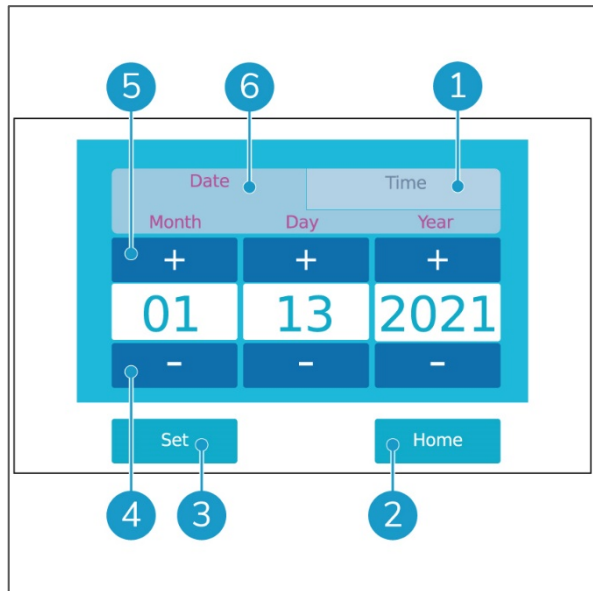

Figura 21
2. A visão geral de data e hora é aberta (Figura 21).
3. Nesta visão geral, pode verificar o: Tempo; toque no separador Time (Figura 21, pos. 1); Data; toque no separador Date (Figura 21, pos. 6).
4. Use os botões de adição (Figura 21, pos. 5) e subtração (Figura 21, pos. 4) para ajustar a data e a hora, conforme necessário.
5. Toque no botão Set (Figura 21, pos. 3) para confirmar a nova data ou hora.
6. Toque no botão Home (Figura 21, pos. 2) para voltar ao ecrã principal.